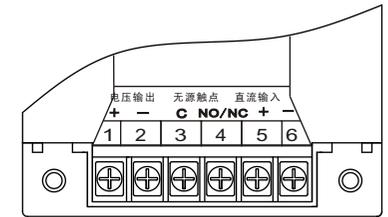

图4: 接线端子示意图
(1) 探测器对外接线端子如图4所示:
(2) 端子接线说明